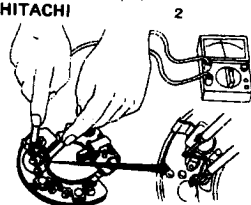

Рис. 12.18 Метод проверки дополнительных диодов генератора (См. Раздел 8)
16. Проверьте дополнительные диоды на проводимость при помощи омметра, как показано на Рис. 12.18.